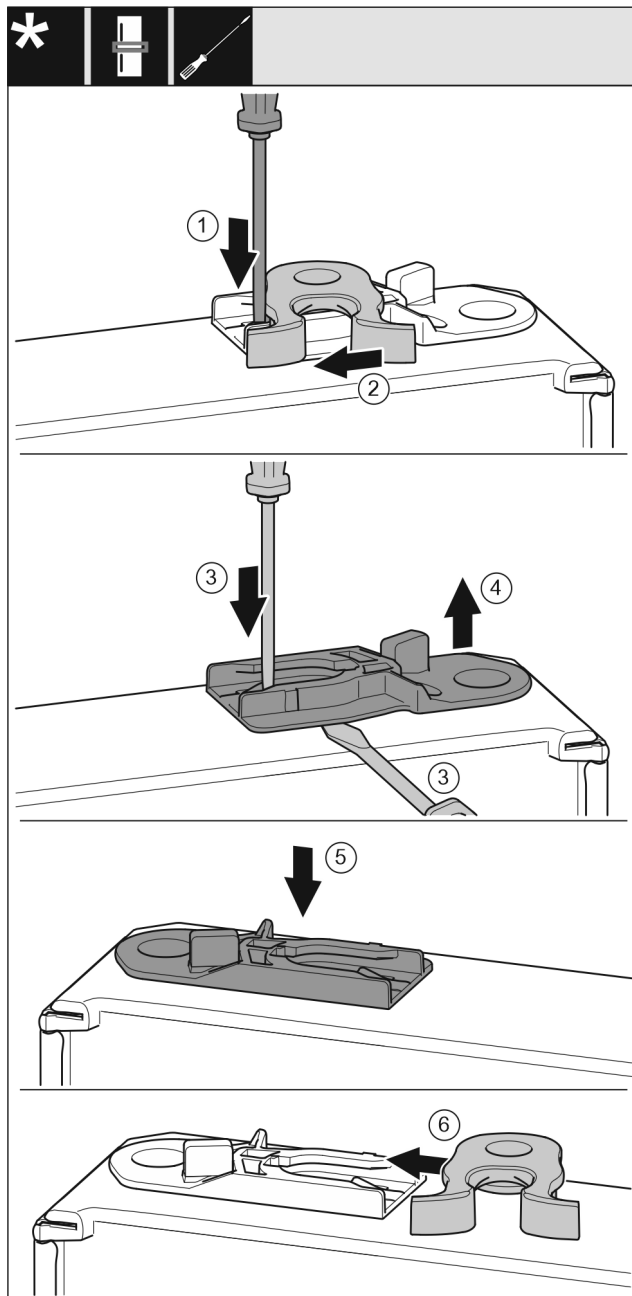

Fig. 18
- ▶ Ravnim odvijačem pritisnite jezičac prema dolje. Fig. 18 (1)
- ▶ Izvucite kuku za zatvaranje iz vodilice. Fig. 18 (2)
- ▶ Izvucite čahuru za vođenje: Ravnim odvijačem pritisnite jezičac i istovremeno umetnite ravni odvijač ispod čahure za vođenje. Fig. 18 (3, 4)
- ▶ Gurnite čahuru za vođenje koja je uključena u isporuku na drugoj strani uređaja. Fig. 18 (5)
- ▶ Gurnite kuku za zatvaranje u vodilicu. Fig. 18 (6)